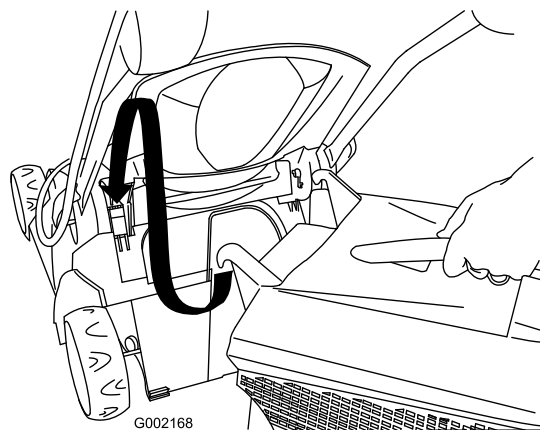

Figura 20
1. Levante la puerta trasera e instale el recogedor de hierba en el cortacésped (Figura 20).